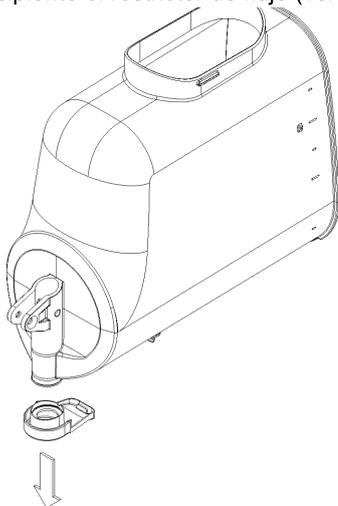

figura 15
- 7 Sacar del recipiente el restrictor de flujo (ver figura 15).
**5** Sacar del recipiente el restrictor de flujo (ver figura 15).